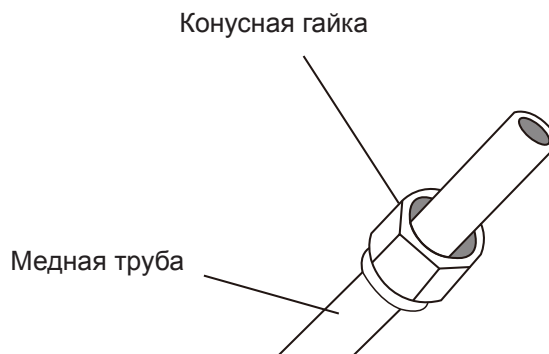

Рис. 5.3
- Наденьте конусные гайки на оба конца трубы. Гайки должны быть ориентированы в правильном направлении, поскольку после развальцовки гайки нельзя будет надеть или изменить их ориентацию (см. рис. 5.3).